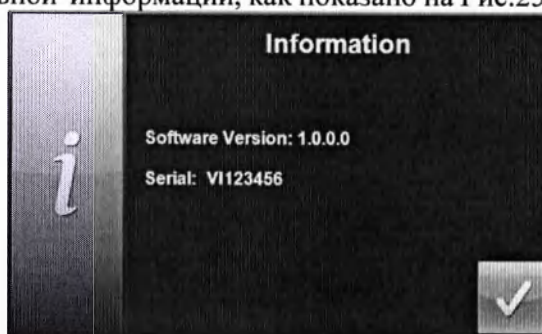

Рис. 25. Экран дополнительной информации
2. На экране инструментов нажмите значок **Information**, как показано в Табл. 1; появится экран дополнительной информации, как показано на Рис.25.